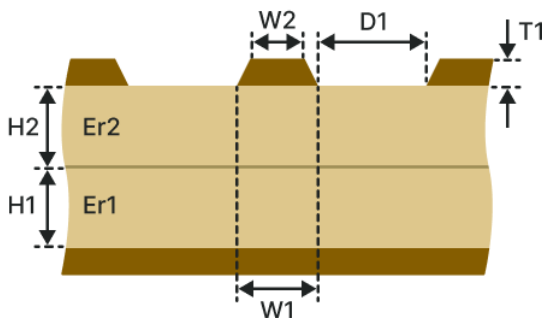

Рис. 159 Копланарная микрополосковая ЛП с опорным слоем (KMOС-2H)
- Копланарная микрополосковая ЛП с опорным слоем (КМОС-2H), см. Рис. 159.